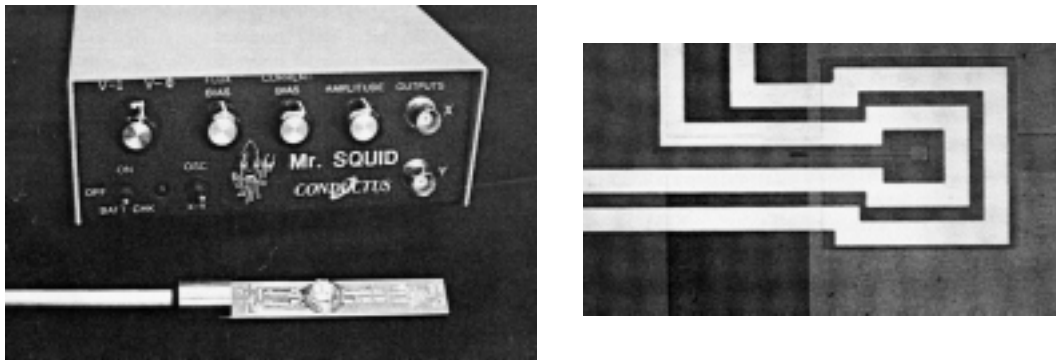

Fig.1: Mr. SQUID et détail de la tête de mesure
- A) - Identifiez les différents composants de Mr. SQUID et de l'expérience en général, vérifiez leur bon fonctionnement, piles etc.(fig. 1 et 2).